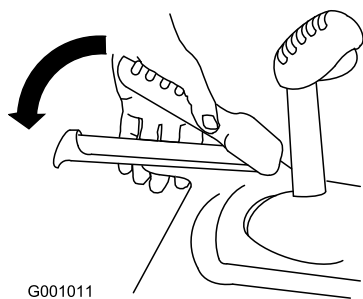

Figure 33
1. Pour engager la transmission aux roues, serrez le levier gauche (déplacement) contre la poignée (Figure 33).